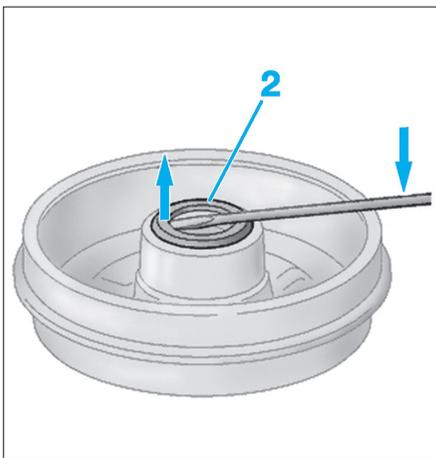

Fig. 69
- le jonc de maintien (1),
- la cuvette d'appui (2) (Fig.69).